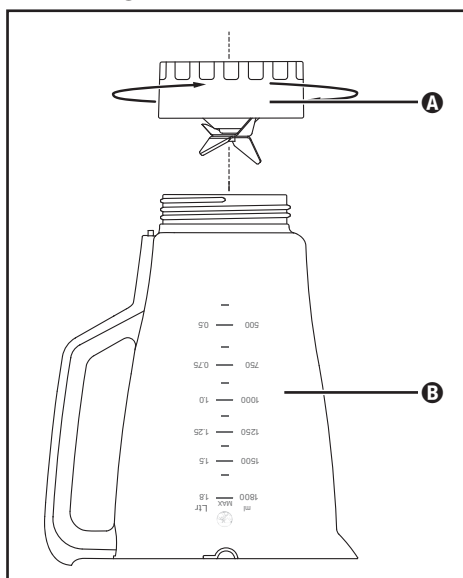

Fig. 3
- 2) Așezați aparatul cu capul în jos și rotiți componenta **A** în sens antiorar, astfel încât să se poată desprinde de recipient **B** (a se vedea fig. 3).